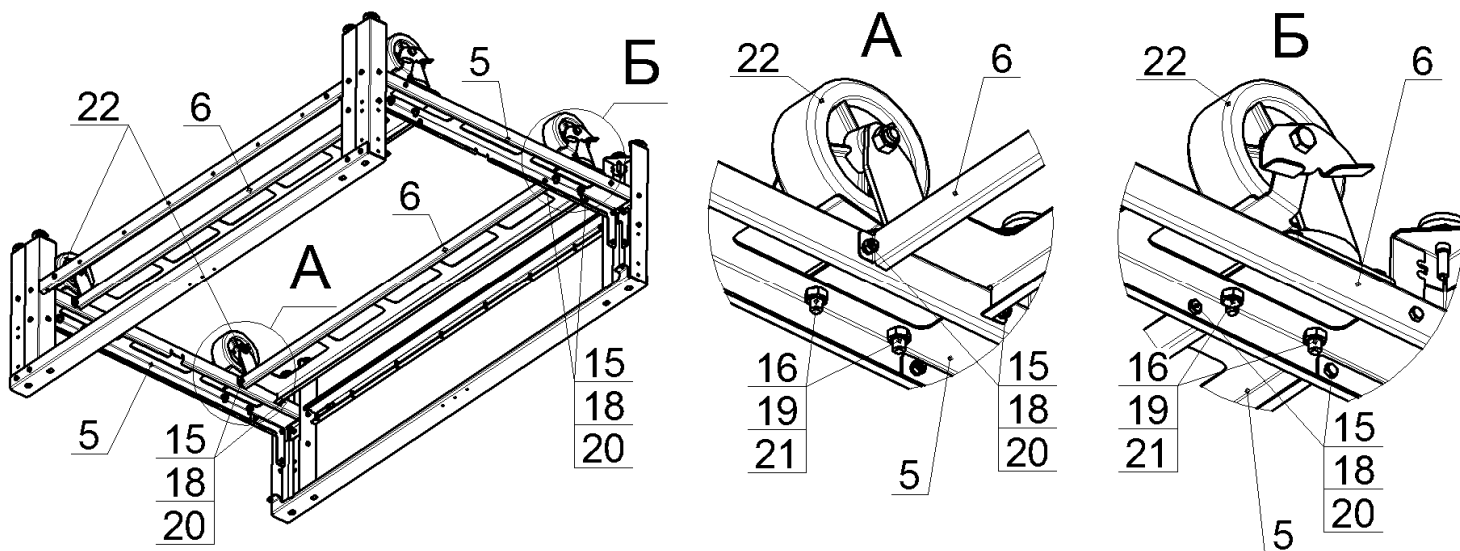

Рис.5
5. На профили боковые, нижние, поз.5 положить профили поперечные (1443 мм), поз.6 и закрепить их болтами М6, гайками и шайбами поз.15, 18 и 20, как показано на рис.5. Гайки не затягивать. Затем на профили поперечные, поз.6 установить колёса поворотные, поз.22 и закрепить их болтами М10, гайками и шайбами, поз.16, 19 и 21, как показано на рис.5. Гайки не затягивать: